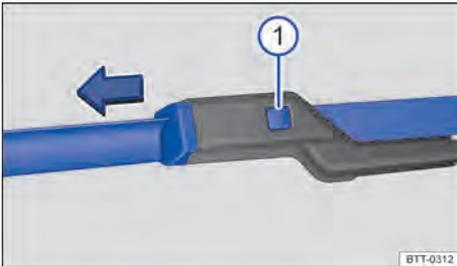

Fig. 183 Sustituir las escobillas de los limpiaparabrisas.
- Mantenga la tecla de desbloqueo → fig. 183 ⓘ pulsada y, al mismo tiempo, retire la escobilla de los limpiaparabrisas en el sentido de la flecha.